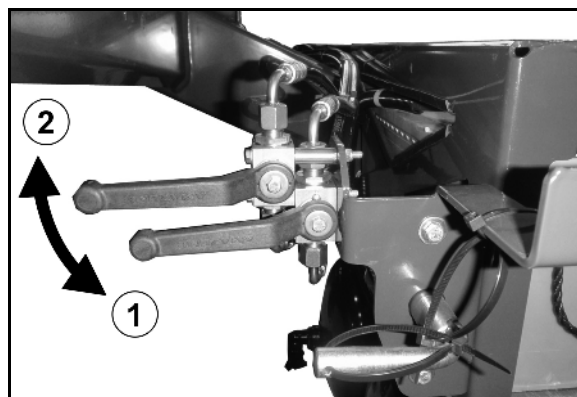

Рис. 23
- Откройте запорные краны на гидравлическом блоке (Рис. 23/1).
- Закройте запорные краны (Рис. 23/2):